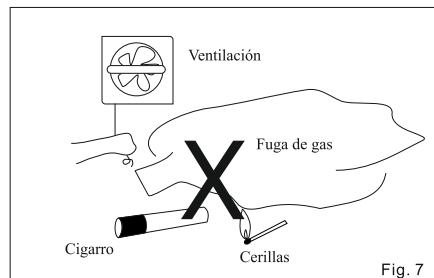

Fig. 7
- Evite tocar los interruptores, encender cerillas o mecheros (Fig.7)